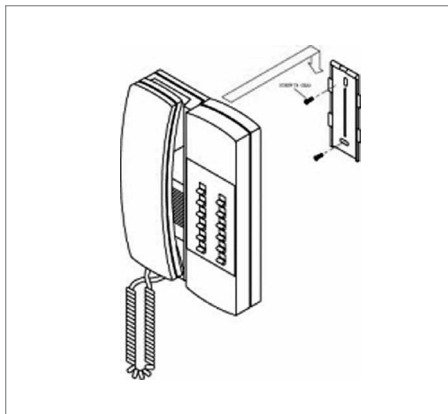

Рисунок 4. Установка вызывной панели базового блока «Рупор-ДБ»
2. Двумя саморезами из комплекта поставки закрепите кронштейн на деревянной или гипсокартонной поверхности (см. рис. 4).